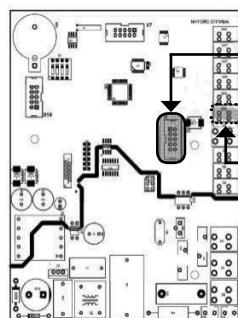
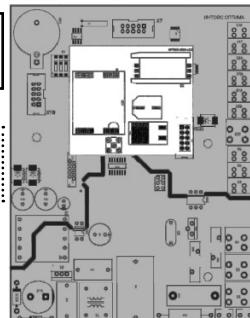

Рис. 2. Вид платы управления котла
Рис. 3. Вид платы с установленным GSM-модулем
4. Снимите крышку котла (см. Руководство рис. 2, позиция 7).
6. Установите *GSM*-модуль в разъем X8 строго по центру (см. рис. 2) на плате управления (для удобства рекомендуется снять блок управления котла (см. Руководство рис. 2, позиция 18).
7. Установите и подключите аккумулятор к разъему платы управления (см. рис. 2). Размещение *GSM*-модуля на плате управления показано на рис. 3.